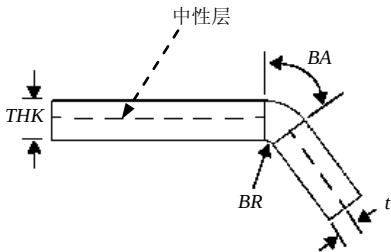

图 2.3.4 定义中性因子
- ☒ **使用 Excel 文件**：复选框：指定要从 Excel 文件获取计量信息，可使用 **浏览 (Q)** 按钮指定要使用的 Excel 文件。
- **使用量规表 (G)**：选项：指定计量表的名称，可使用 **编辑 (I)...** 按钮打开 Excel 文件进行编辑；该选项仅有选中 ☒ **使用 Excel 文件** 复选框时，才能被使用。
- **材料厚度 (T)**：文本框：在该文本框中可以输入数值以定义钣金零件的材料厚度。
- **折弯半径 (B)**：文本框：在该文本框中可以输入数值以定义钣金零件折弯时的默认的折弯半径值。
- **止裂口深度 (D)**：文本框：在该文本框中可以输入数值以定义钣金零件默认的止裂口深度值。
- **止裂口宽度 (W)**：文本框：在该文本框中可以输入数值以定义钣金零件默认的止裂口宽度值。
- ☒ **标准公式（请参见关于实际公式的帮助） (F)** 单选项：指定使用 Solid Edge 提供的公式来计算展平图样大小。在钣金的折弯过程中，假设有一层金属在折弯前后的长度是不变的，这个虚拟的“金属层”叫做中性层或中性面，中性因子用于确定中性层的位置（图 2.3.4），它是内表面到中性层的距离与钣金厚度的比值（ t / THK ）。标准公式为：